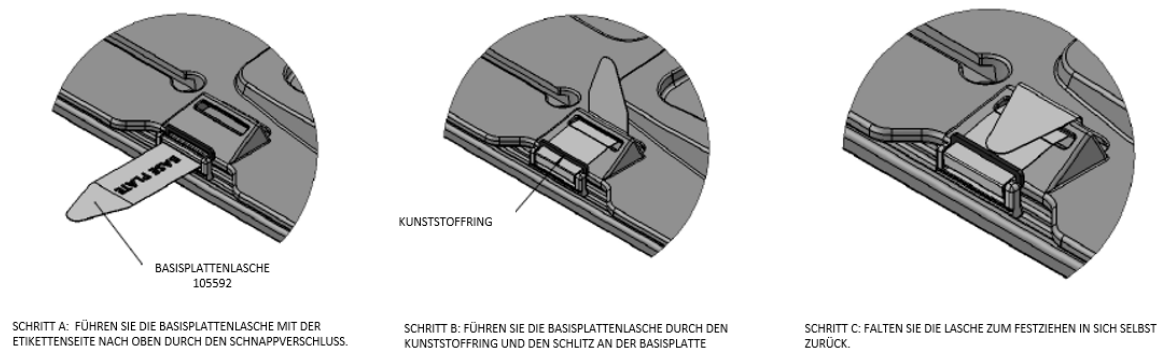

Abbildung 6: Anbringen der Gurte
3. Befestigen Sie die Basisplatte mit den vier Gurten an der MRT-Liege (Abbildung 6).